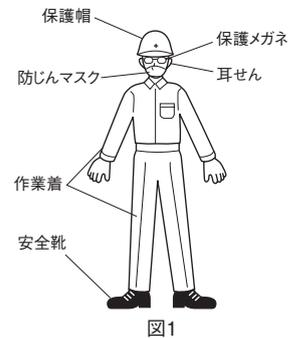

図1
- **作業に適した服装をしてください。**(図1)
- **常に保護メガネを着用してください。**(図1)
- **防じんマスクを着用してください。**(図1)
- **大きな騒音を発する場合は耳せんを着用してください。**(図1)